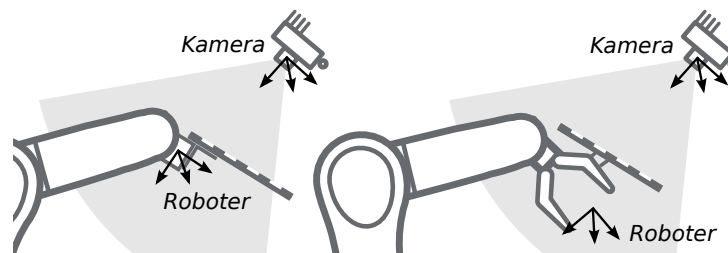

Abb. 6.19: Alternative Montageoptionen für die Befestigung des Kalibrieramusters am Roboter
6.18 und Abb. 6.19 angegeben, angebracht werden.
Bemerkung: Für das Modul zur Hand-Auge-Kalibrierung spielt es keine Rolle, wie das Kalibriermuster in Bezug auf das benutzerdefinierte *Roboter*-Koordinatensystem genau angebracht und positioniert wird. Das bedeutet, dass die relative Positionierung des Kalibrierusters zu diesem Koordinatensystem weder bekannt sein muss, noch für die Kalibrierroutine relevant ist (siehe in Abb. 6.19).